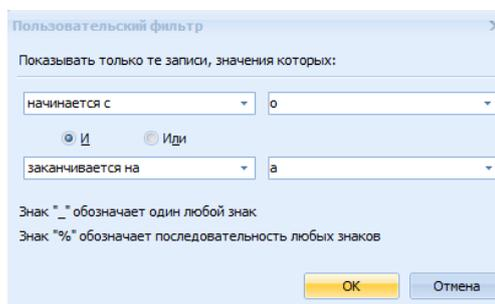

Рисунок 20.5 – Окно пользовательского фильтра
- вызвать пользовательский фильтр, позволяет задать условие фильтрации событий в данном столбце (рисунок 20.5).